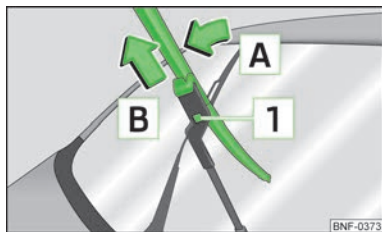

Bild 31
- Höj upp vindrutetorkarmen från bakrutan och bänd vindrutetorkarbladet något i riktning mot torkarmen, pil **A** » bild 31.